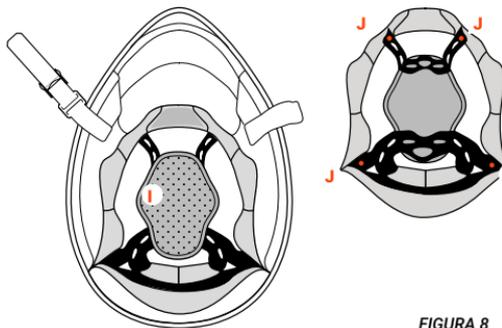

FIGURA 8
**Acolchado central interno: CALOTA PEQUEÑA –I– Figura 8****Desmontaje y Nuevo montaje**